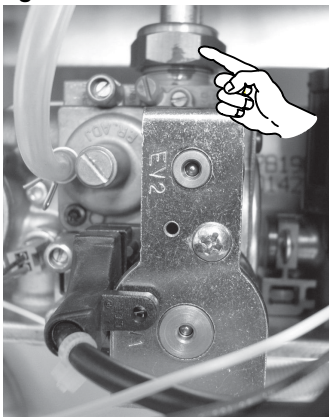

Figura 8.1 Girello tubo gas.
- 3 Svitare il girello del tubo gas indicato in **Figura 8.1**
Attenzione per rimontare eseguire le operazioni effettuate in senso inverso, stando attenti a non rovinare la guarnizione OR del tubo gas quando si inserisce il tubo nell'aerotech ed eseguire la prova di tenuta gas dopo aver stretto il girello del tubo gas (Figura 8.1)